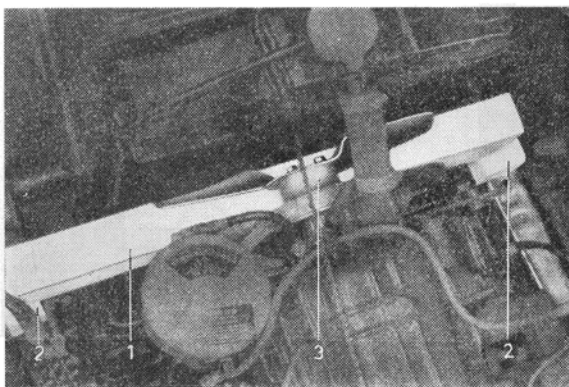

Bild 5. Motorstöd.
7. Skruva av muttrarna vid främre motorfästena. Tag bort främre skyddsplåten för motorn. Placera en träklots (1 bild 5, dimension ca 62×6×6 cm) ovanpå bärbalkarna men under fläktnavet (3). Träklotsen stickes in underifrån. På PV 445 lägges dessutom två klotsar (2, dimension 4×6×6 cm) mellan ramen och ovan nämnda träklots. Skall vagnen ej flyttas och travers finns tillgänglig, kan motorn istället hängas i traversen.